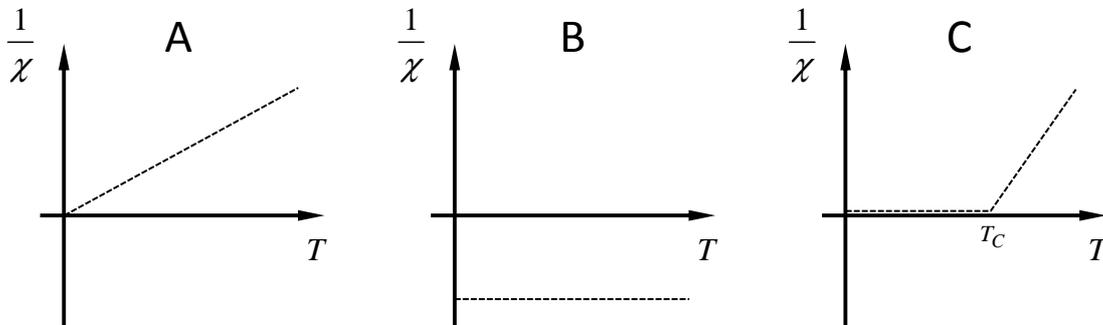

Bild K2-1: Temperaturabhängigkeit der inversen magnetischen Suszeptibilität für drei unterschiedliche Materialien
Bild K2-1 zeigt die Temperaturabhängigkeit der inversen magnetischen Suszeptibilität dreier Materialien. Dabei ist eines der Materialien ferromagnetisch, eines diamagnetisch und eines paramagnetisch.
a) Ordnen Sie den Diagrammen in Bild K2-1 die jeweils darin dargestellte magnetische Eigenschaft zu. Begründen Sie Ihre Zuordnung sorgfältig. (2 Punkte)